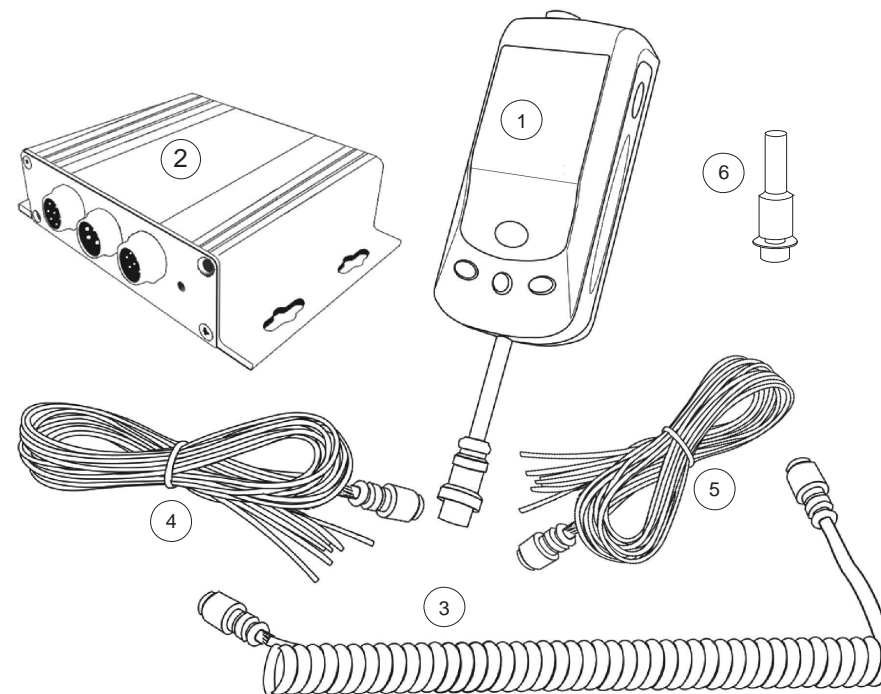

Рисунок 1. Состав комплекта модели «Alcozamok-R».
4.1. Модель «Alcozamok-R» (см. рис. 1):